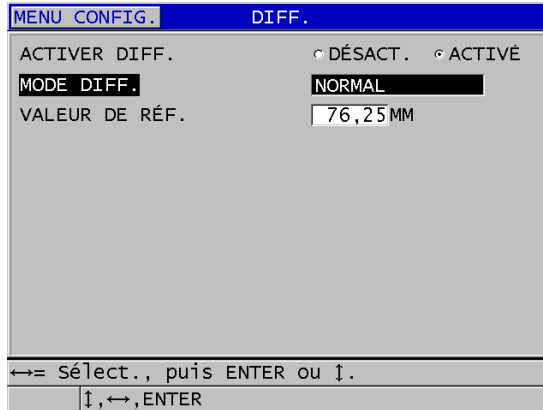

Figure 8-2 Écran DIFF
3. Dans l'écran **DIFF**, faites ce qui suit (voir la Figure 8-2 à la page 133) :